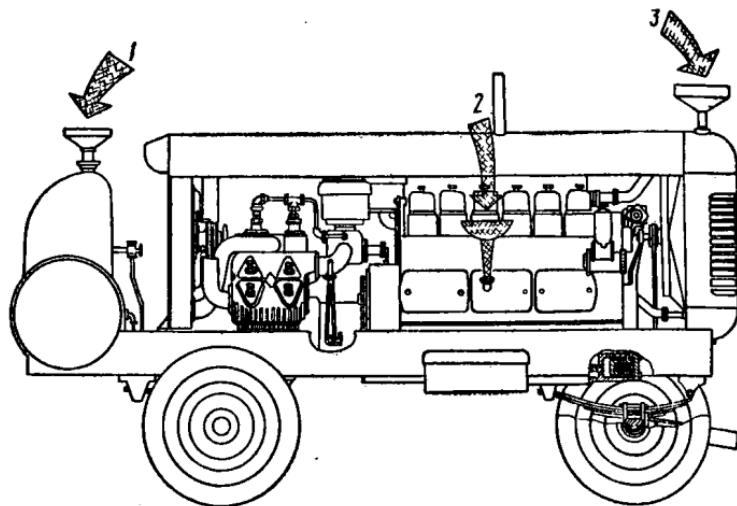

图 1—1. 检查水量、汽油量、机油量：
(1) 用机油尺测量曲轴箱内的机油量，其值应保持在规定的刻度范围内，同时应检查油的粘度。将水充满水箱，并在汽油箱内加足汽油（如图 1—1）；
(2) 检查风扇皮带的松紧度（见图 1—2），用手或直尺在皮带中部将皮带压下，其弯曲量以 10~15 毫米为宜；
(3) 检查机体各个螺栓是否松动，如气缸盖螺栓、风